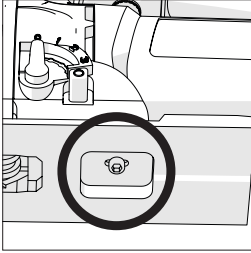

Fig. 8
- Suelte el tornillo de cabeza hueca hexagonal que sujeta la plataforma a la máquina. (Fig. 8)
- Reinstale la suela de plástico de la plataforma, asegurándose de que los seis (6) topes de fijación (2 en la parte frontal de la plataforma y 2 a cada lado) están correctamente asentados.